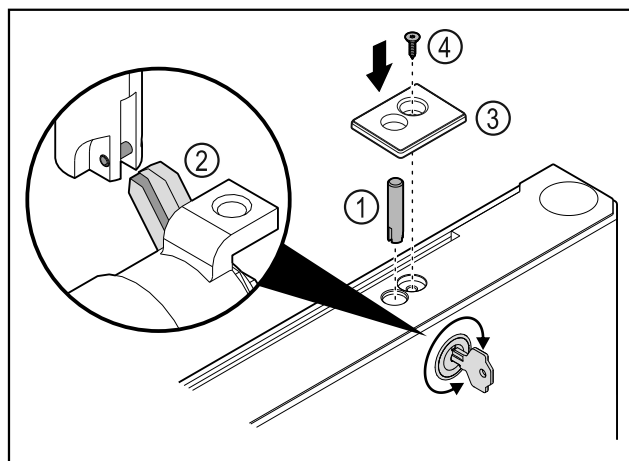

Fig. 42
- 插入锁销 Fig. 42 (1)。
- 轻轻转动锁，让锁销 Fig. 42 (2)卡入到锁的槽口中。
- 装入盖板 Fig. 42 (3)。
- 插入螺栓 Fig. 42 (4)。